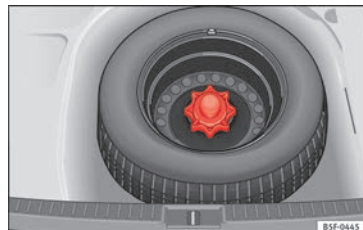

Fig. 255 Ruotino di scorta: piano di carico sollevato.
- Sollevare il piano di carico e mantenerlo sollevato per poter togliere la ruota di scorta » fig. 255.